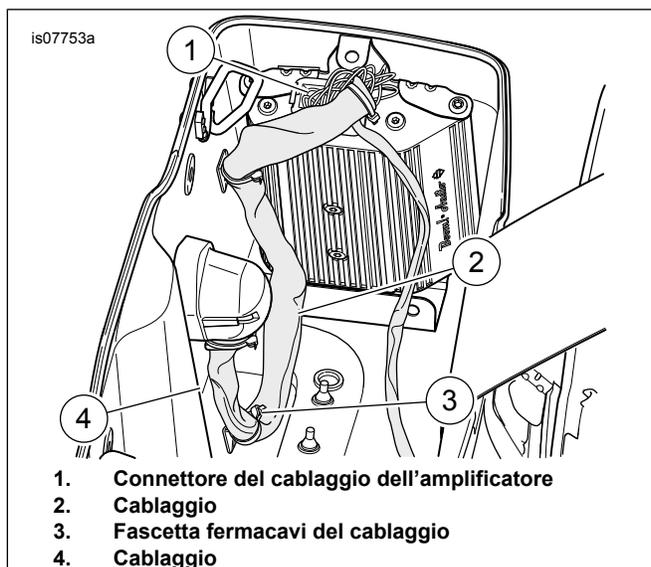

Figura 9. Disposizione del cablaggio interno
15. Vedere Figura 9. Collegare il connettore [149] del cablaggio della borsa alla parte superiore dell'amplificatore. Disporre il cablaggio laterale della borsa all'interno della borsa sinistra. Pulire le superfici interne inferiore e laterale della borsa lungo il percorso del cablaggio con una miscela al 50:50 di alcol isopropilico e acqua distillata. Fissare con fascette fermacavi e basi, come indicato.